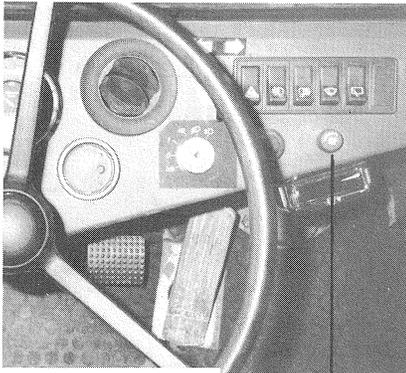

Bild 18
- Gebläse-Drehschalter (Bild 18) je nach gewünschter Luftmenge in Stellung 1, 2 oder 3 schalten.